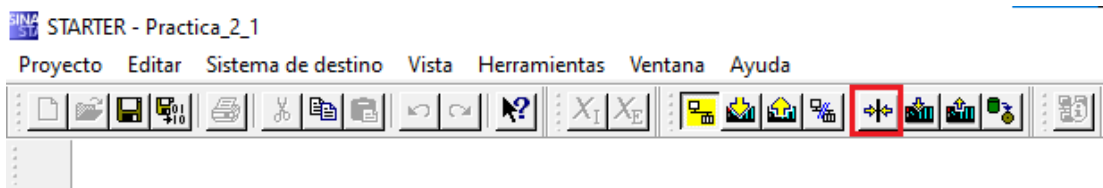

Figura 20: Restablecer ajustes de fábrica.
12) Por lo general se recomienda restablecer a ajustes de fábrica siempre que se inicie una nueva configuración en el variador, para ello presionar en el nombre del variador “G120_CU250S_2_DP” y luego presionar el botón “**Restablecer ajustes de fábrica**” ubicado en la parte superior del proyecto (ver Figura 20).